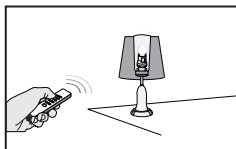

Рисунок 6. Управление пультом
5.5. Теперь можно с помощью пульта включать/выключать приемник. Нажмите ON/OFF, чтобы включить или выключить светильник (рисунок 6).